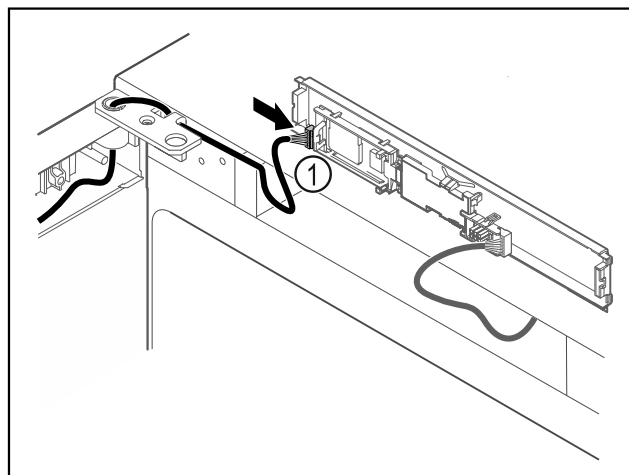

Fig. 59
- ▶ Collegare il connettore Fig. 59 (1) sulla scheda.